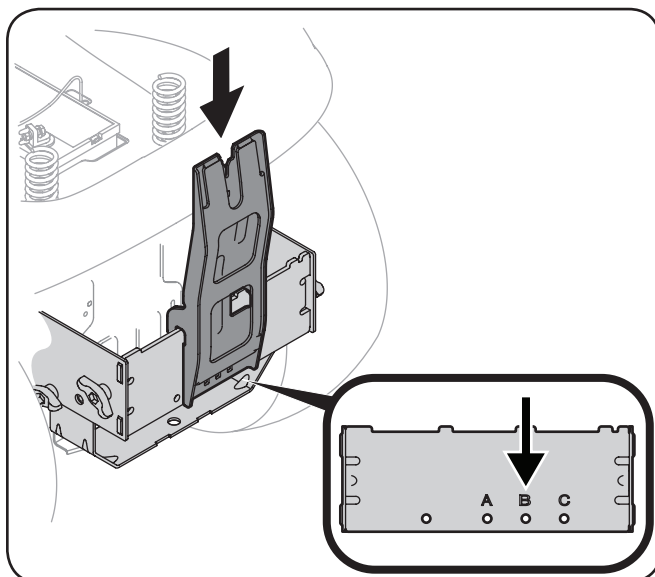

Figure 4-9
1. Installez le support de fixation vertical sur la plaque de fixation du tracteur en l'accrochant sur le support de fixation transversal. Reportez-vous à la Figure 4-9.